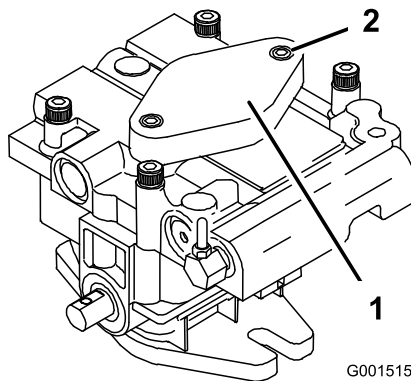

Figura 62
7. Para cebar la bomba de carga, afloje los dos tornillos de caperuza de cabeza hexagonal (Figura 62) únicamente 1-1/2 vuelta. Asegúrese de que el motor no está en marcha. Levante el alojamiento de la bomba de carga y espere a que fluya un caudal constante de aceite de debajo del alojamiento. Vuelva a apretar los tornillos de caperuza. Haga esto en ambas bombas.